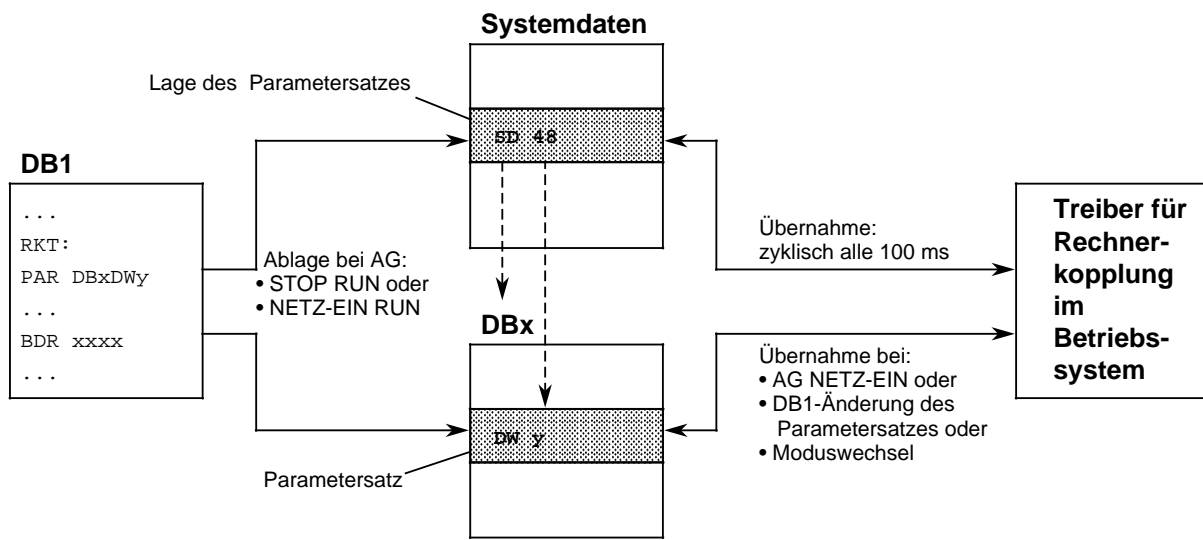

Bild 3.8 Zugriff auf die Parametrierungsdaten bei Rechnerkopplung
Zugriff auf die Parametrierungsdaten (Bild 3.8):
- Der Treiber für Rechnerkopplung im Betriebssystem des AGs greift auf die Parametrierungsdaten zu, wie im Bild 3.8 beschrieben.